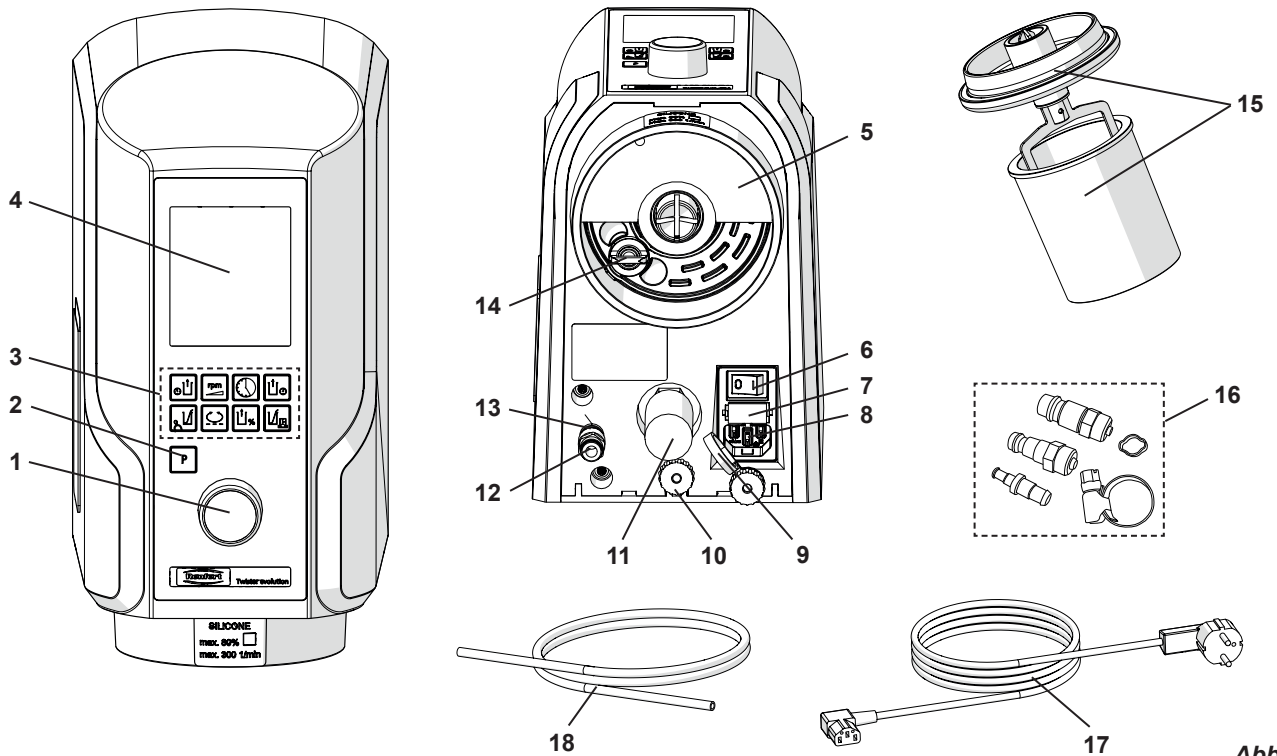

Abb. 1
- ⇒ Druckluftschlauch (18) bis zum Anschlag in Schlauchanschluss des Druckluftanschlusses (12) einstecken. Dabei ist ein leichter Widerstand spürbar zu überwinden.
- ⇒ Zum Anschluss an des Druckluftnetz die passende Schlauchkupplung aus beiliegendem Set (16, Abb. 1) auswählen und am Schlauchende anbringen.